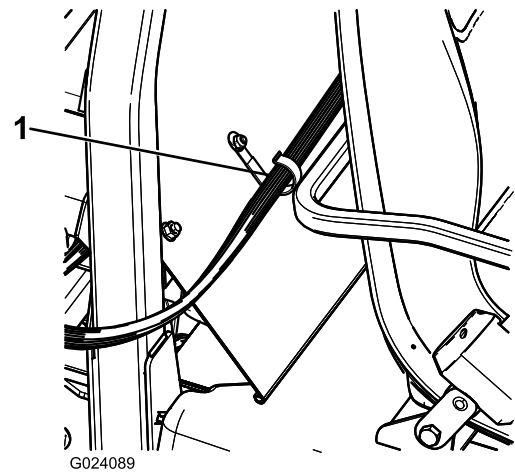

Figure 22
-), fixez un clip en J derrière le siège du passager (Figure 22).
3. À l'aide des clips en J, fixez le faisceau de câblage du boîtier de commande à la console et au couvercle de la structure ROPS (Figure 22).